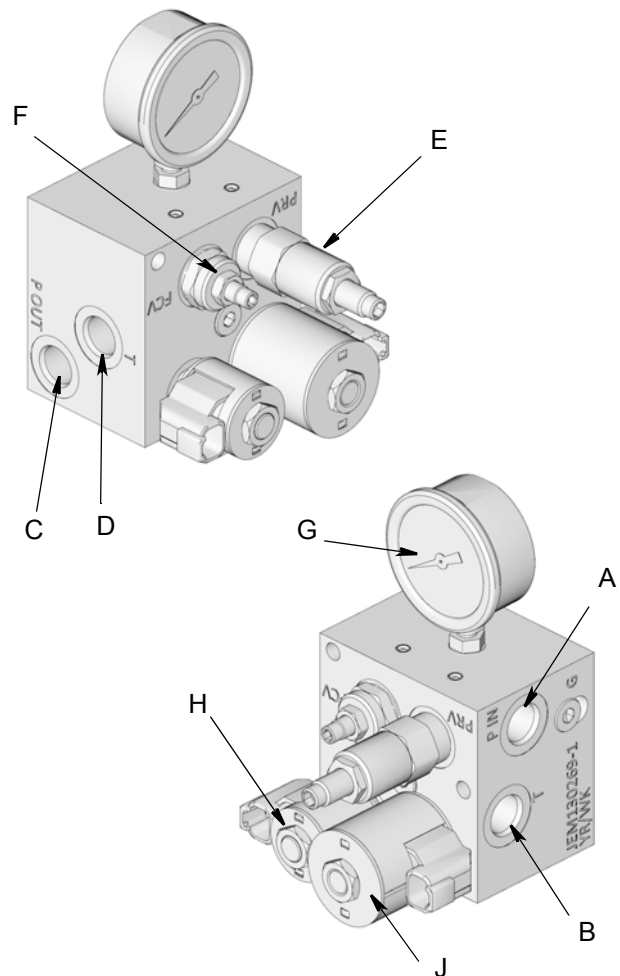
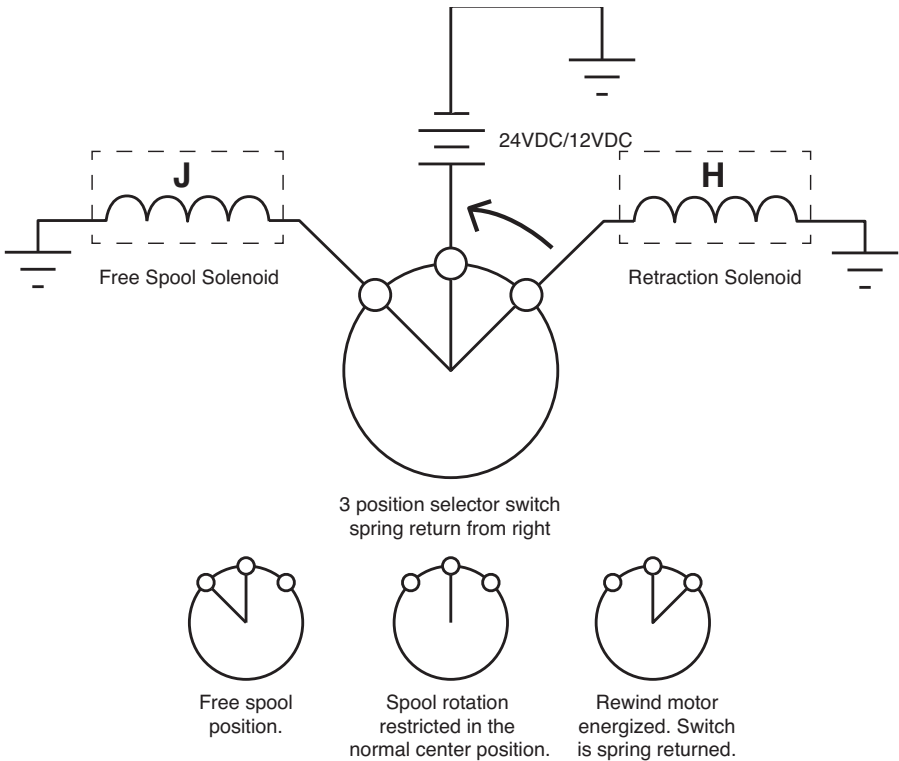
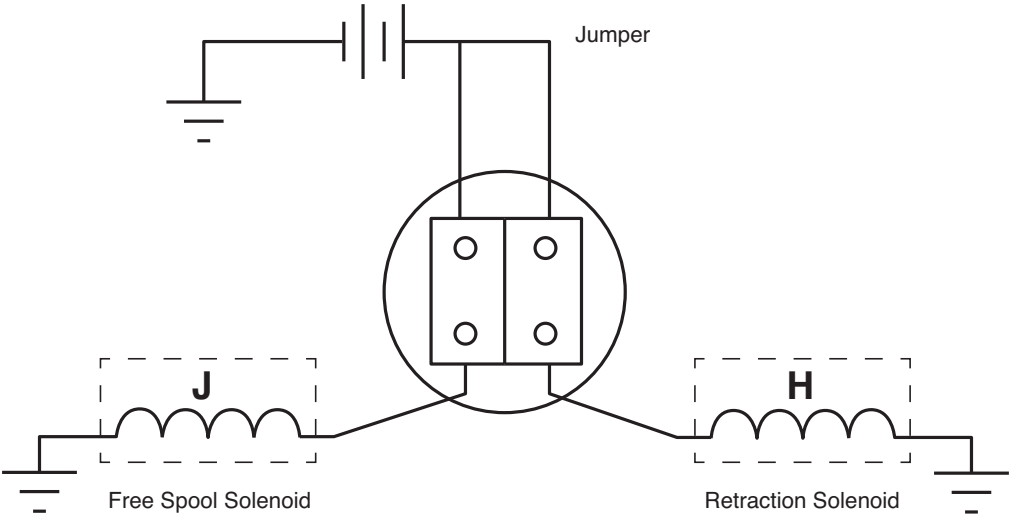

FIG. 19
FIG. 20
FIG. 21
1. Instale el control hidráulico (Graco PN 127224 - 12V o 127225 - 24V. Consulte Kits variados en la página 43) (FIG. 19).
- a. Conecte el suministro de alimentación hidráulica a la entrada de la presión hidráulica (A).
- b. Conecte la manguera de salida del tanque a la lumbrera del tanque (B).
- c. Conecte la salida de presión hidráulica (C) a la entrada del motor hidráulico adecuada en el carrete para la dirección de giro deseada.
- d. Conecte el retorno del tanque (D) al puerto restante en el motor del carrete.
2. El cable cambia de solenoides en el módulo de control hidráulico, como se muestra en (FIG. 20 y FIG. 21).
- Motores hidráulicos: invierta la entrada y el retorno a las líneas de tanque del motor hidráulico (FIG. 19, page 26).